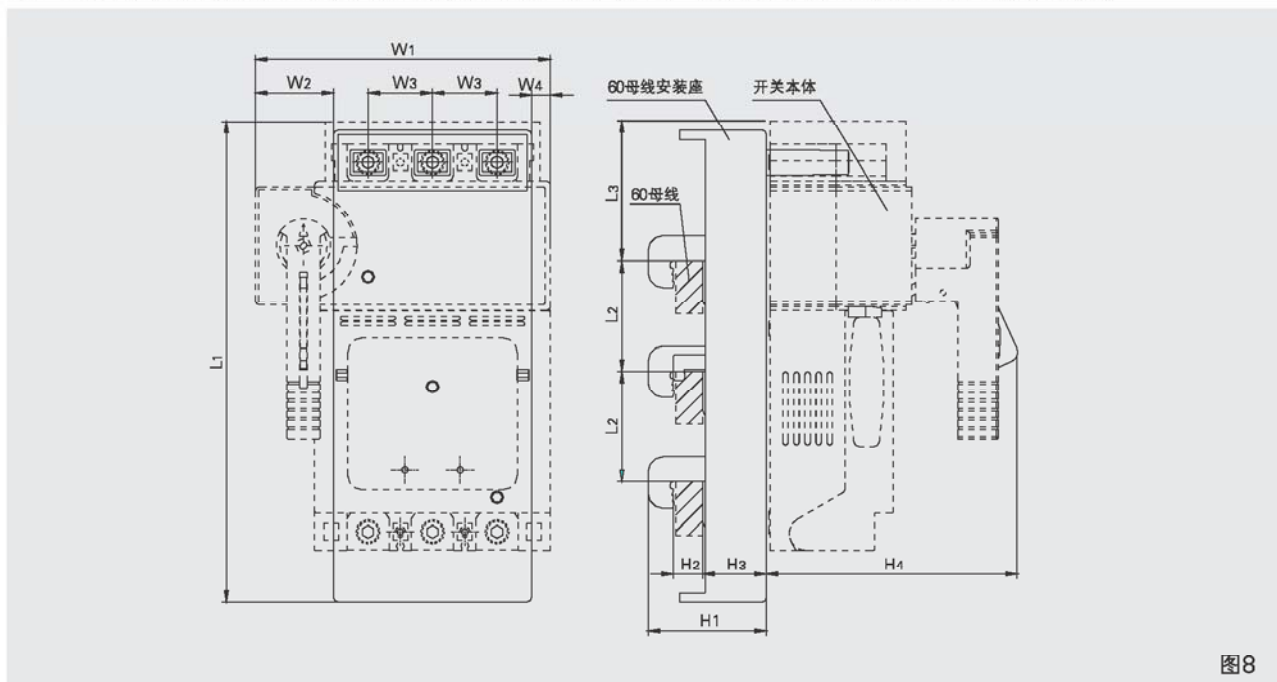
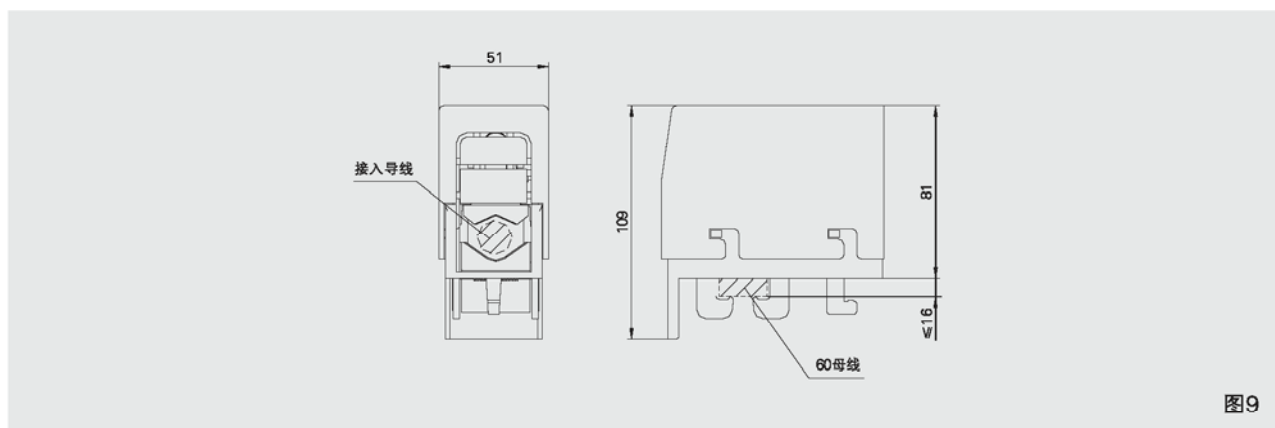

图8
图9
1、60母线安装座和60母线接线器(见图8、图9、表9)；它的外形及安装尺寸(见图8、表9)
2、60母线接线器的外形及安装尺寸 (见图9)